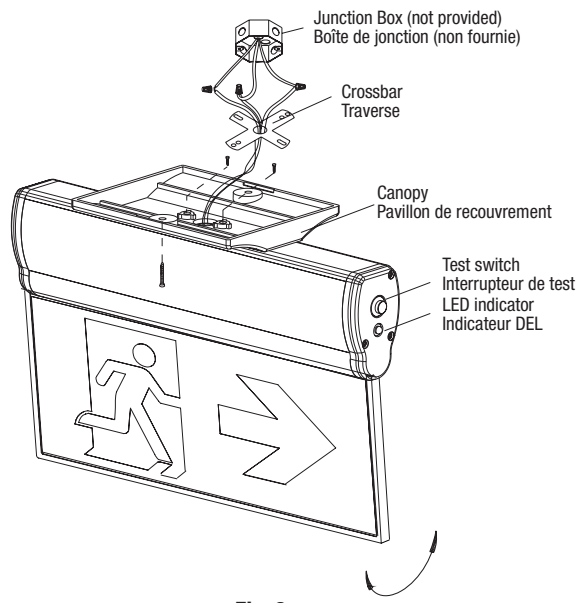

Fig. 3
MONTAGE AU PLAFOND (Fig. 3)
4. Effectuer les branchements électriques appropriés (Fig. 3, Fig. 9).